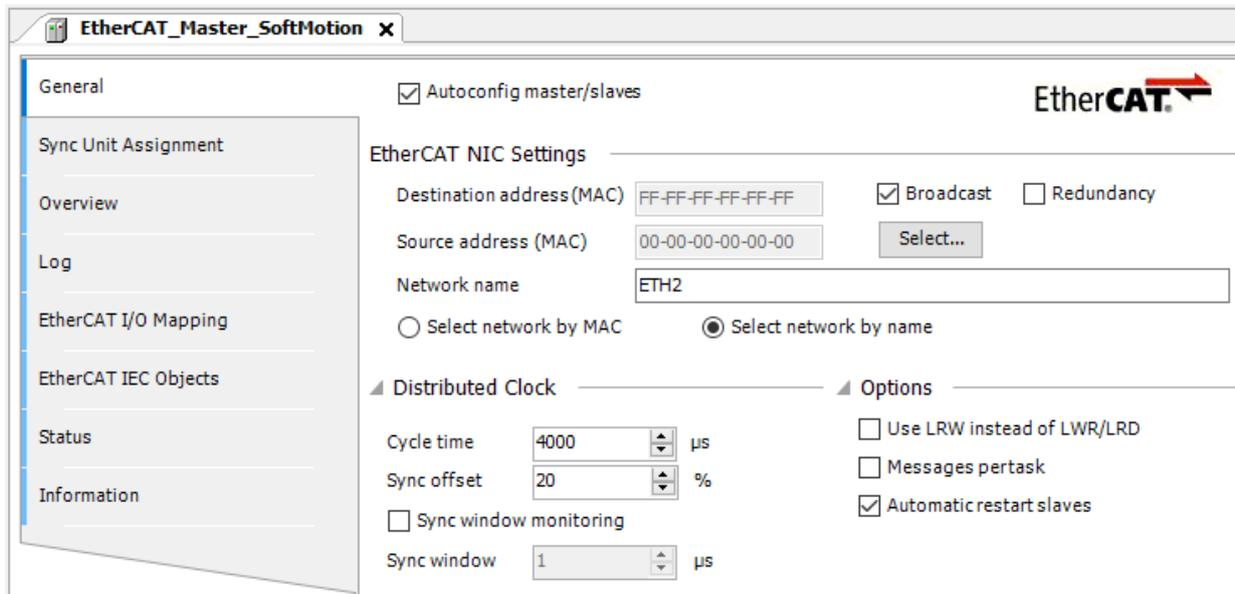

Figura 2.7: Configuración estándar EtherCAT Master SoftMotion.
- Configure las demás opciones de la página, conforme la Figura 2.7